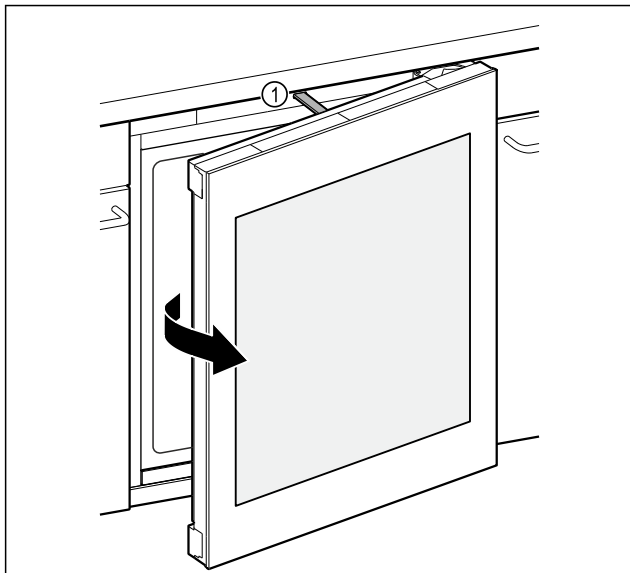

Fig. 135
- Šipka za guranje Fig. 135 (1) otvara vrata za otprilike 7 cm.